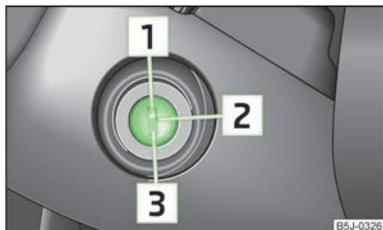

Abb. 82
- Während der Fahrt mit stehendem Motor muss der Zündschlüssel immer in der Stellung **2** » **Abb. 82** auf Seite 82 (Zündung eingeschaltet) sein. Diese Stellung wird durch das Aufleuchten von Kontrollleuchten angezeigt. Wenn das nicht der Fall ist, könnte es unerwartet zur Verriegelung der Lenkung kommen - Unfallgefahr!
- Der Anlasser darf nur betätigt werden (Zündschlüsselstellung **3**) » **Abb. 82** auf Seite 82), wenn der Motor steht. Wird der Anlasser bei laufendem Motor betätigt, kann der Anlasser bzw. der Motor beschädigt werden.
Wenn die **Lenkung gesperrt ist** und der Schlüssel sich nicht oder nur schwer in die Position **2** » Abb. 82 drehen lässt, dann ist das Lenkrad etwas hin und her zu bewegen - die Lenkungsverriegelung wird dadurch entriegelt.
- » Das Kupplungspedal ganz durchtreten, die Zündung einschalten **2** » Abb. 82 auf Seite 82 und starten **3** - kein Gas geben. Das Kupplungspedal durchgetreten halten, bis der Motor anspringt.
» Abb. 82 auf Seite 82.